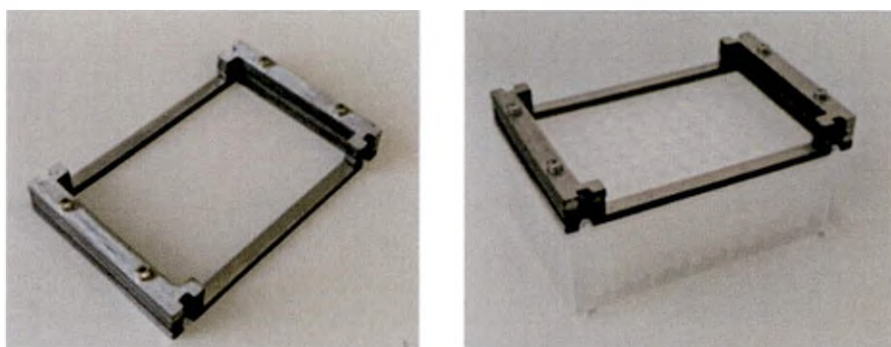

Рис. 16. Фиксатор гребенки.
5.5.11. **Фиксатор гребенки** наконечников устанавливается перед началом работы на гребенку, установленную в глубоколоночный планшет (Рис. 16).